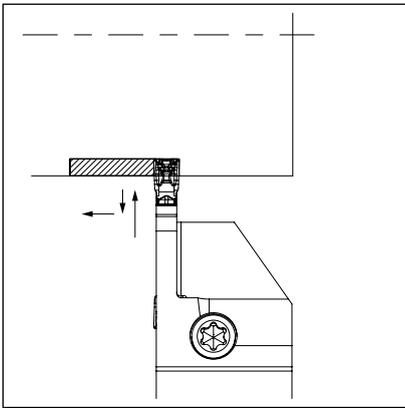

Fig. 1
1. **Profondeur de gorge supérieure à 0,5 mm** : Pour l'ébauche, voir la figure 1.